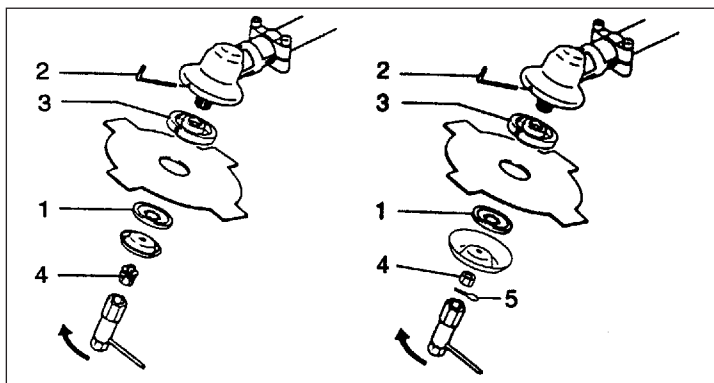

Рис. 1-10
Монтаж режущего лезвия (Рис. 1-10, 10B)
Если Ваше устройство закреплено гайкой и снабжено шплинтом, то при каждом монтаже лезвия необходимо устанавливать с новым шплинтом (5). (Рис. 1-10 C)